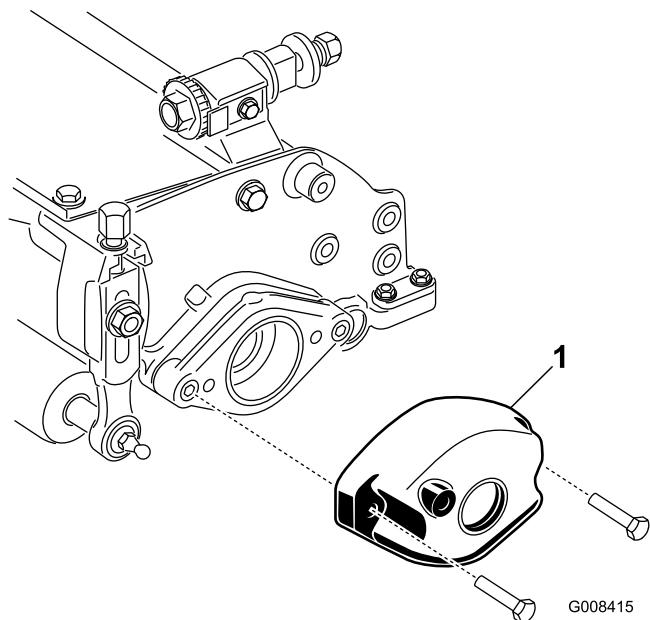

Figure 2
5. Retirez les 2 boulons et les 2 écrous qui fixent le contrepoids à l'extrémité gauche du plateau de coupe et déposez le contrepoids (Figure 2).